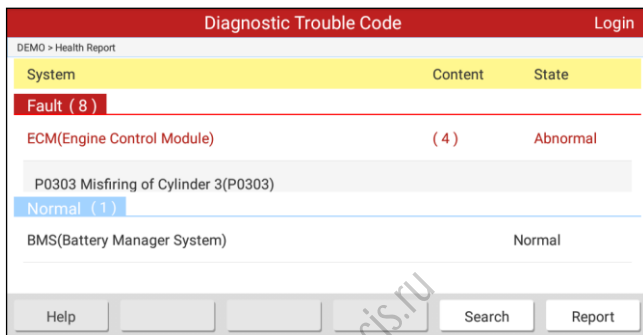

Рис. 5-5
- ① указывает протестированную систему, содержащую коды ошибок. Нажмите на конкретную систему для просмотра описаний кодов DTC. См. рис. 5-5.
- ② указывает суммарное количество протестированных систем.
- ③ указывает суммарное количество кодов неисправностей в протестированной системе.